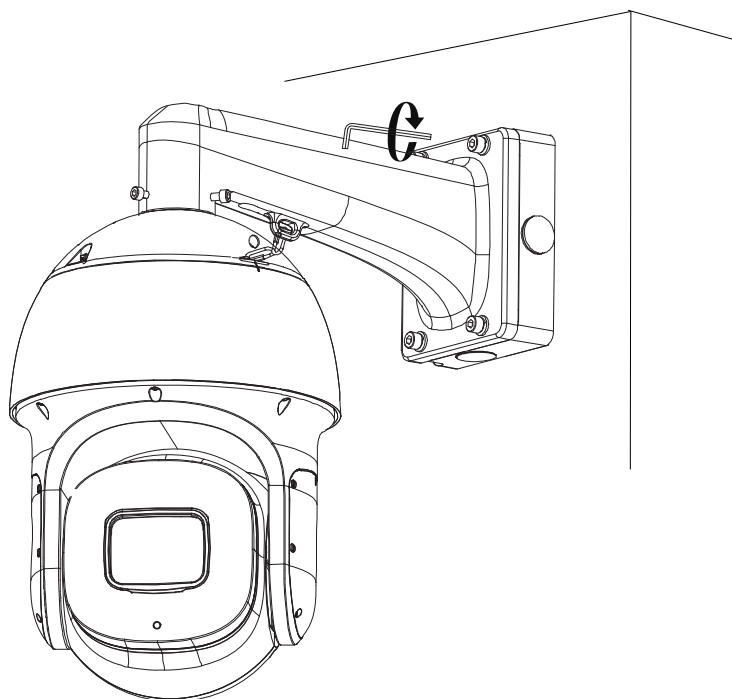

Рисунок 4.8 – Монтаж
11. С помощью ключа S6.0 «Шестигранник» из комплекта поставки кронштейна затяните фиксирующие винты (Рисунок 4.8).